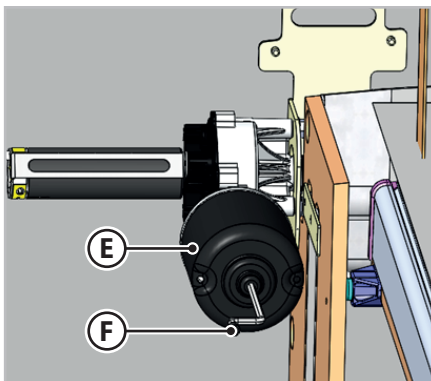

Fig. 6.21 - Type B - elektrisk oplåsning af seng
2. I den nedre del af motoren (**E** - Fig.6.21) skal du indsætte unbrakonøglen (**F** - Fig.6.21) i det relevante sæde til manuel håndtering.